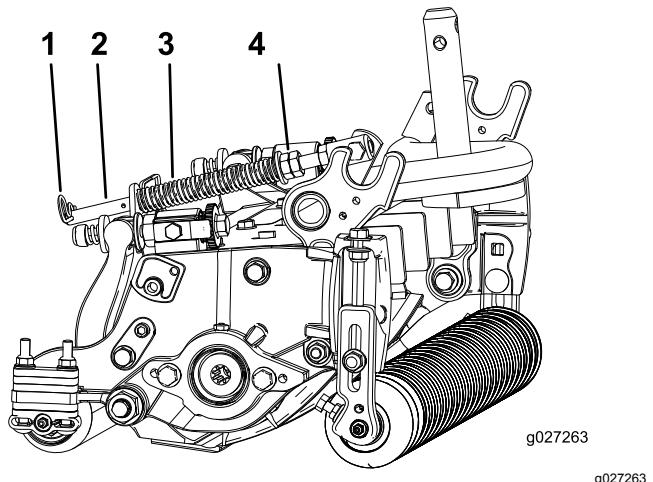

図 19
1. スプリングロッドの後穴にヘアピンコッターを忘れずに取り付けてください図 19。
2. スプリングロッド前部の6角ナットを締めて、スプリング圧縮状態の長さが127 mm になるようにする図 19を参照。